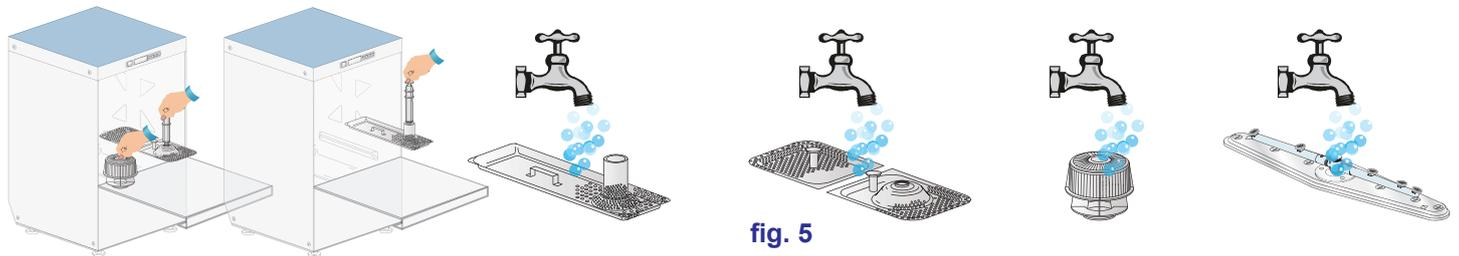

fig. 5
- Den Pumpenfilter herausziehen und mit einer Bürste unter fließendem Wasser reinigen (siehe Abb. 5).
- Lösen Sie die Befestigungsschrauben und Entnehmen Sie die Sprüharme; reinigen Sie die Düsen sorgfältig unter fließendem Wasser (siehe Abb. 5).